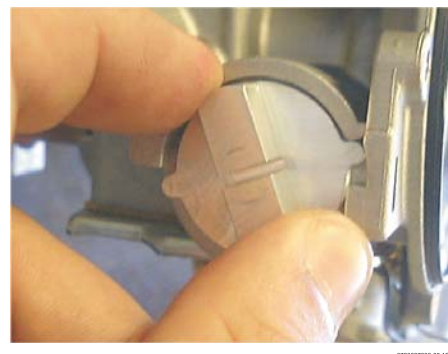

Bild 6
- Um die Kammer vom Ventilteller zu erreichen, den Deckel in umgekehrten Uhrzeigersinn drehen und heraus ziehen (Bild 6).